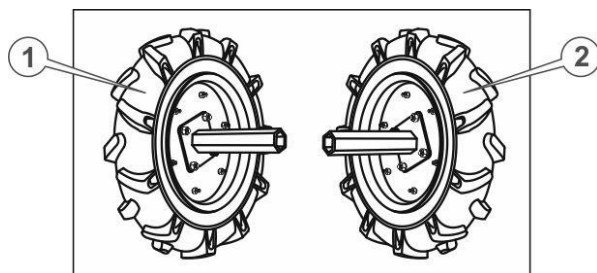

Рисунок 5 – Маточини з колесами
4. Приєднати маточини коліс до колісних дисків за допомогою болтів, надійно затягнути всі з'єднання на колесах (див. рисунок 5.) Водночас необхідно пам'ятати, що на колеса встановлені пневматичні шини зі спрямованим малюнком протектора типу «ялинка». Встановлювання колеса необхідно виконувати так, щоб споглядаючи на мотоблок зверху, «вістря» цієї «ялинки» були спрямовані вперед (див. Рисунок 5. та 6.), крім того, вентилі для накачування камер повинні перебувати з зовнішнього боку колеса.